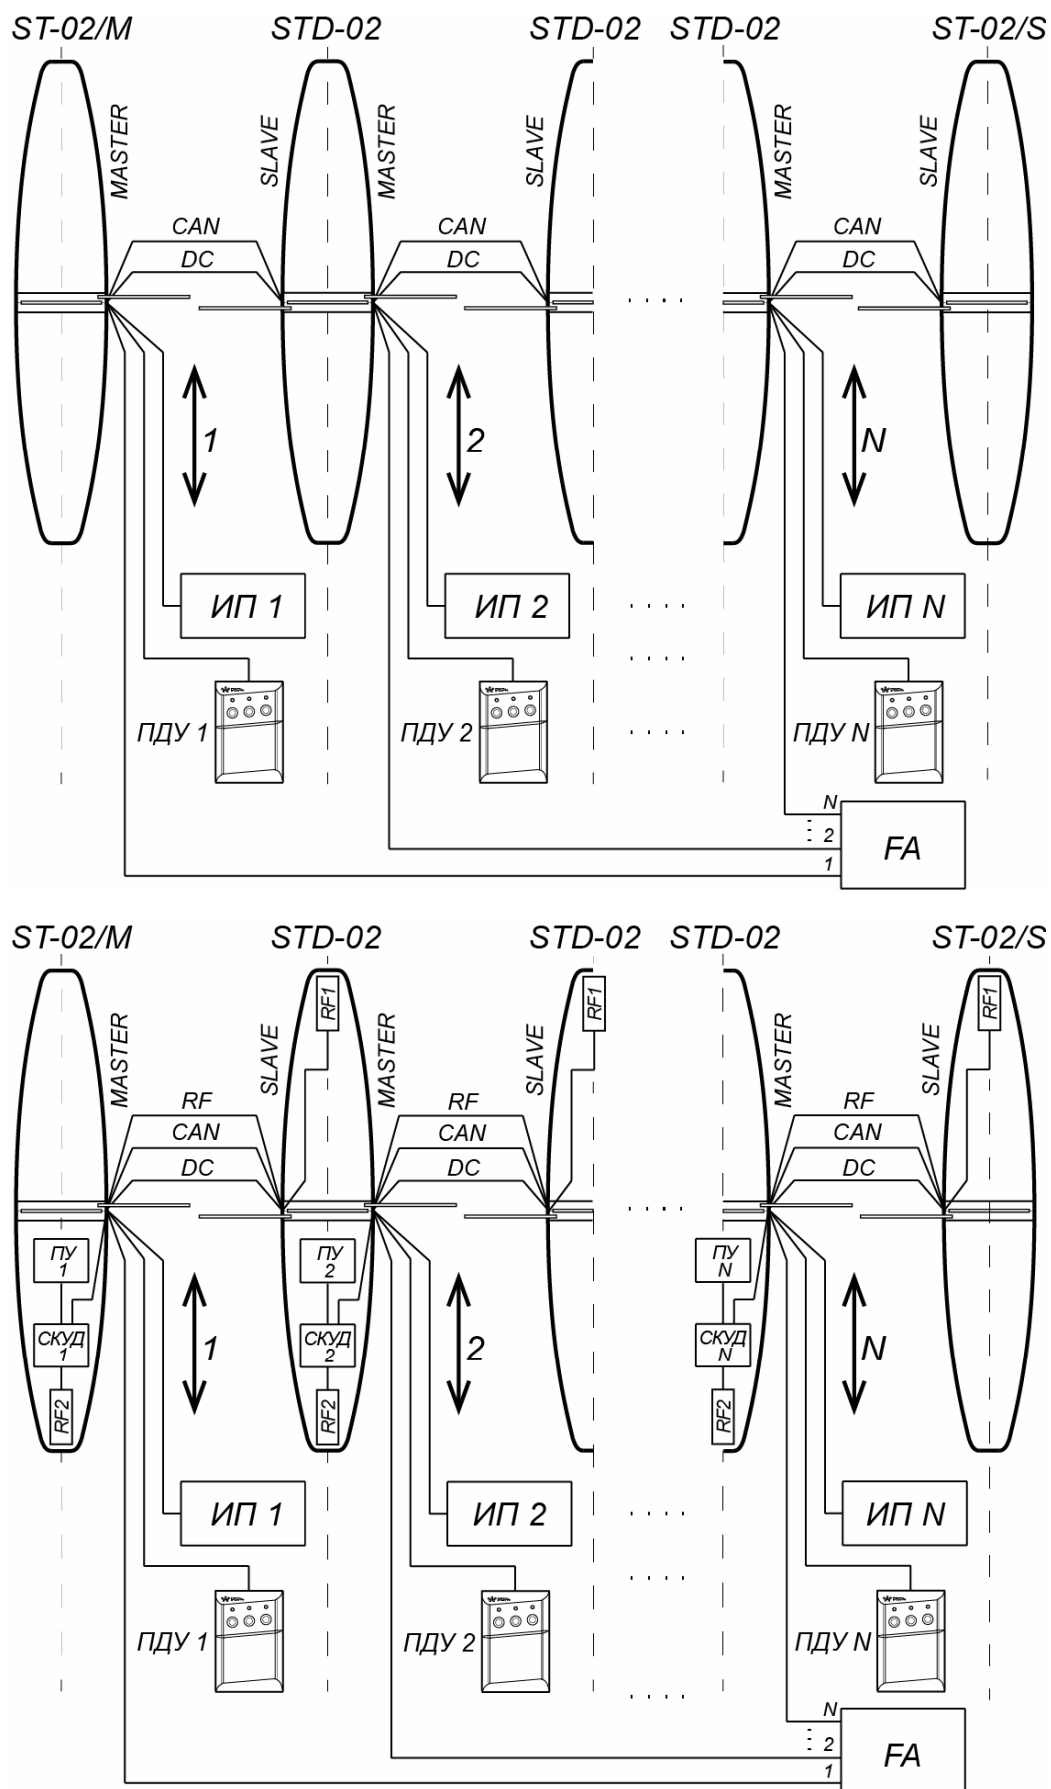

Рисунок 16. Схемы соединений турникета PERCo-ST-02 и двусторонних секций PERCo-STD-02 для организации проходной с несколькими (N) зонами прохода
- каналы для подводки кабелей от внешних устройств (источника питания (12), ПДУ (11) или контроллера СКУД, устройства *Fire Alarm* (13) и другого дополнительного оборудования – к отверстиям для ввода в секцию *Master* и для ввода в двусторонние секции;
- каналы, соединяющие отверстия для ввода кабелей противоположных секций (сторон двусторонней секции) одной зоны прохода – для подводки соединительных кабелей DC (9) и CAN (10)¹, а также по необходимости при установке встроенных в турникет считывателей – кабель для соединения считывателя из секции *Slave* с контроллером СКУД (кабель RF на схемах на рис. 16 и рис. 18).